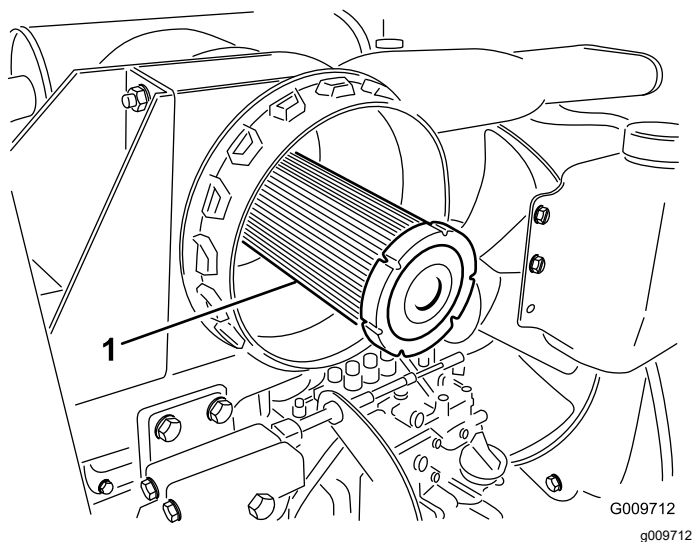

Рисунок 51
**Внимание:** Никогда не пытайтесь очистить контрольный фильтр (Рисунок 51). Заменяйте контрольный фильтр после каждых трех обслуживаний фильтра грубой очистки.